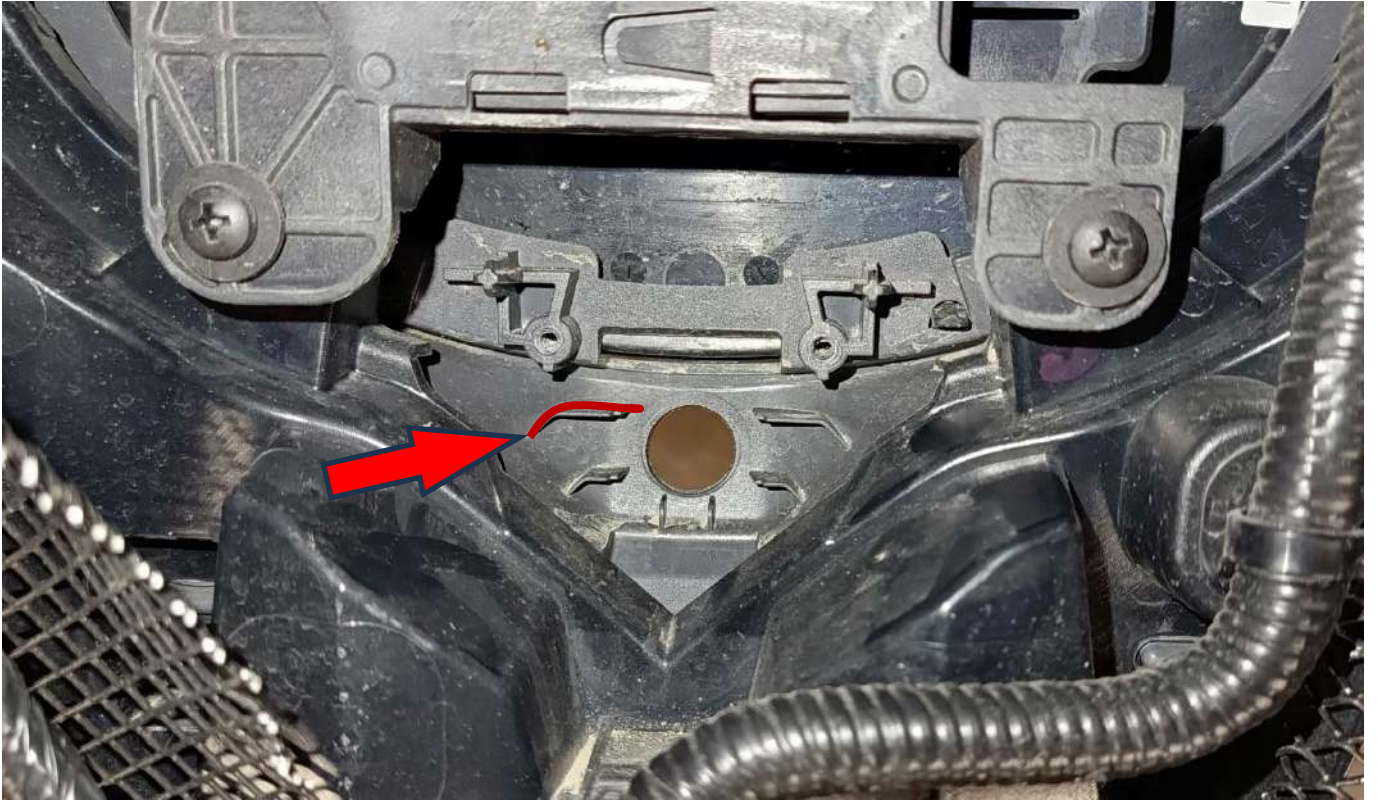

Рисунок 3
- удалить ребро упора камеры с внутренней стороны подиума, как показано на фото (рис. 3);